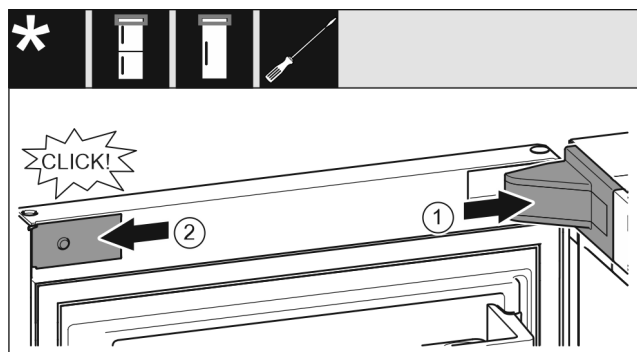

Fig. 24
- Așezați capacul suportului de lagăr Fig. 24 (1) și fixați în poziție, după caz, despărțiți cu precauție prin apăsare.
- Aplicați în lateral și fixați în poziție masca Fig. 24 (2).